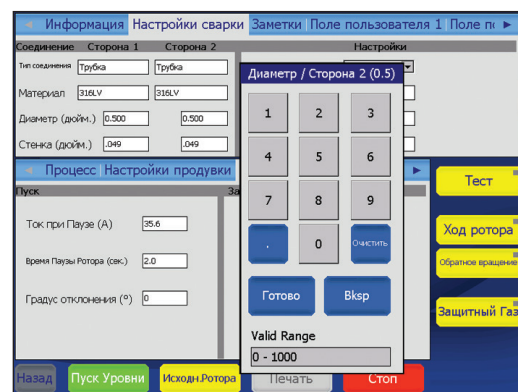

Рис. 14 — Цифровая клавиатура
- Нажимайте цифровые клавиши (рис. 14) для ввода данных. Чтобы сохранить настройки и закрыть клавиатуру, нажмите кнопку Done (Готово).